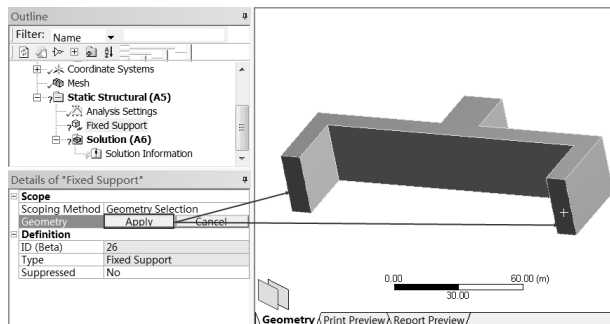

图 5-178 施加固定约束
Step3：选中 Fixed Support，选择需要施加固定约束的面，单击 Details of “Fixed Support”（参数列表）中 Geometry 选项下的 **Apply** 按钮，即可在选中面上施加固定约束，如图 5-178 所示。